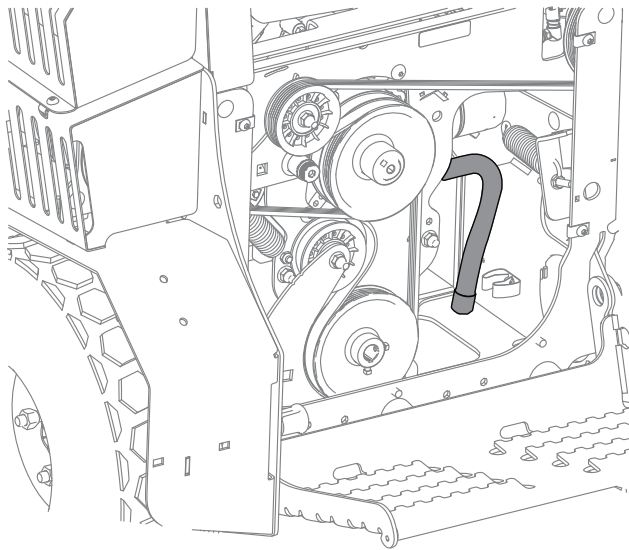

Figura 31
4. Coloque la manguera en el orificio hexagonal del bastidor de la máquina (Figura 31).